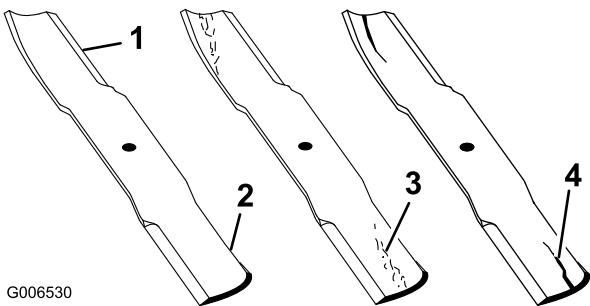

Figura 61
- Controllate i taglienti (Figura 61). Se i taglienti non sono affilati o mostrano delle tacche, togliete le lame e affilatele. Vedere Affilatura delle lame.
- Controllate le lame, in particolare l'area curva (Figura 61). In caso di danni, usura o scanalature nell'area (Figura 61), montate immediatamente una nuova lama.